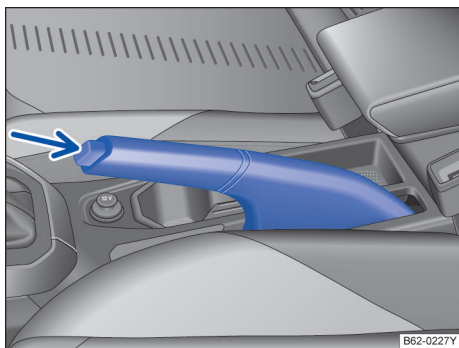

图 97 手制动杆。
- 向上拉起手制动杆 → 图 97。
- 稍稍拉起手制动杆，按箭头所指的方向 → 图 97 按下闭锁按钮并将手制动杆向下放到底 → ▲。